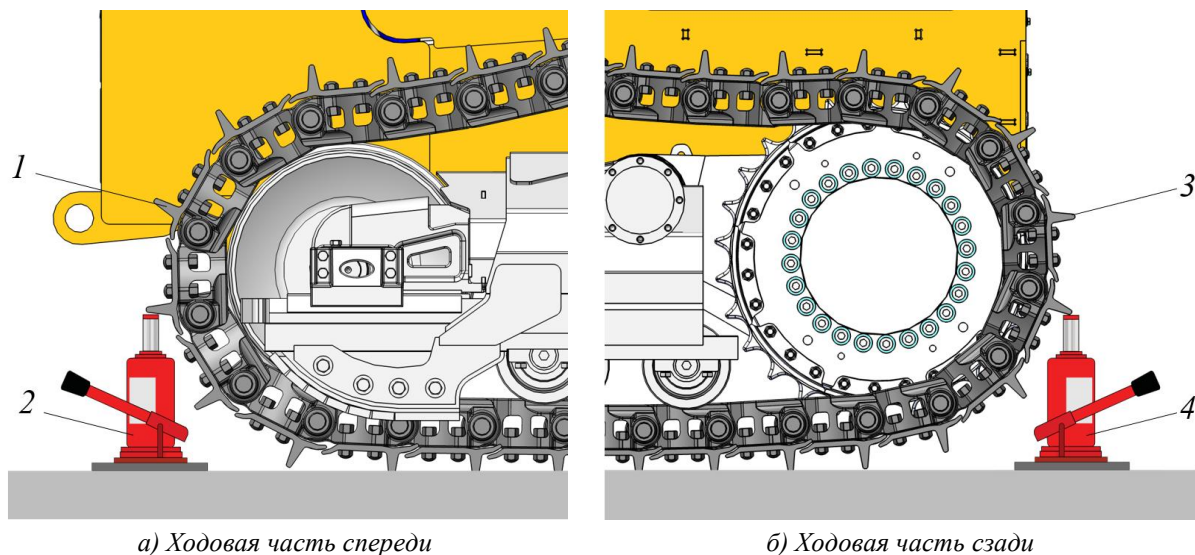

Рисунок 3.135. Установка гидравлического домкрата
- ▶ Установить гидравлический домкрат 2 спереди машины под башмак гусеницы 1, рис. 3.135, а).
- ▶ Установить гидравлический домкрат 4 сзади машины под башмак гусеницы 3, рис. 3.135, б).